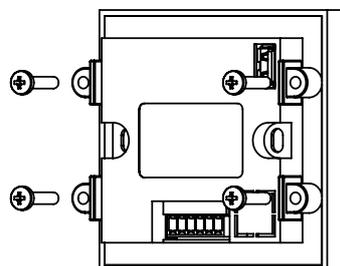

Рисунок 2 – Фиксирование пульта крепежными элементами
4. Закрепить пульт четырьмя винтами из комплекта поставки с достаточным, но не чрезмерным усилием (см. рисунок 2).